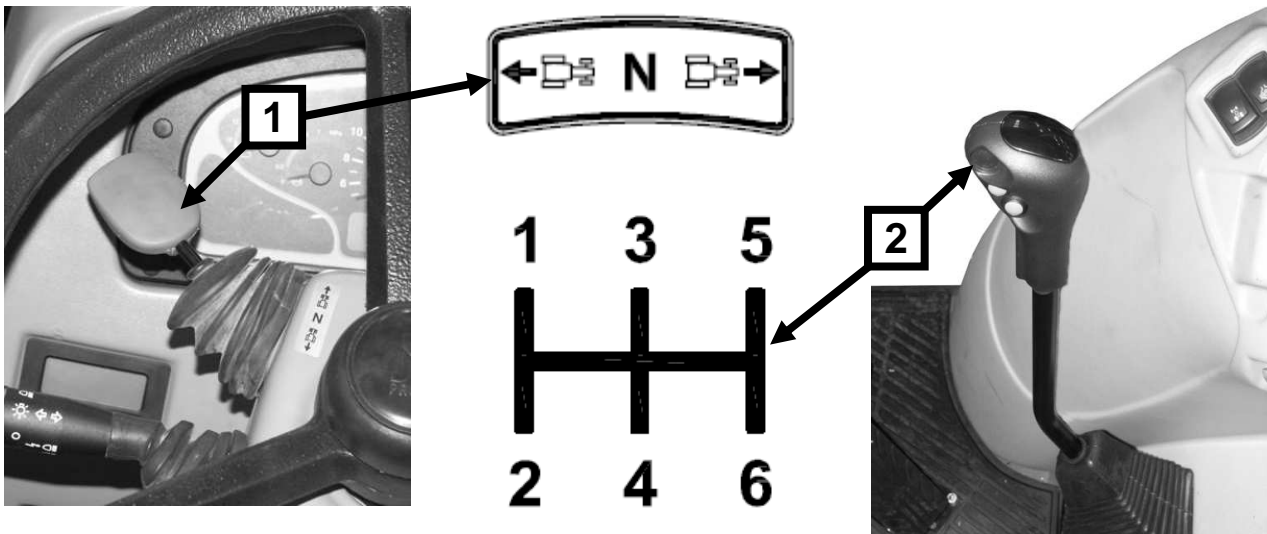

Рисунок 5-3 Переключатель направления движения и рычаг переключения передач.
- убедиться, что переключатель направления движения (вперед-нейтральное-назад) (рис. 5-3; поз.1) и рычаг переключения передач (рис. 5-3; поз. 2) находятся в нейтральном положении (обращайте внимание на схемы переключения направления движения и переключения передач) - должен начать светиться символ "N" на дисплее LCD (рис. 4-12).
- включить необходимую скорость при помощи рычага переключения передач в соответствии со схемой, которая находится на рукоятке (рис. 5-3, поз. 2);